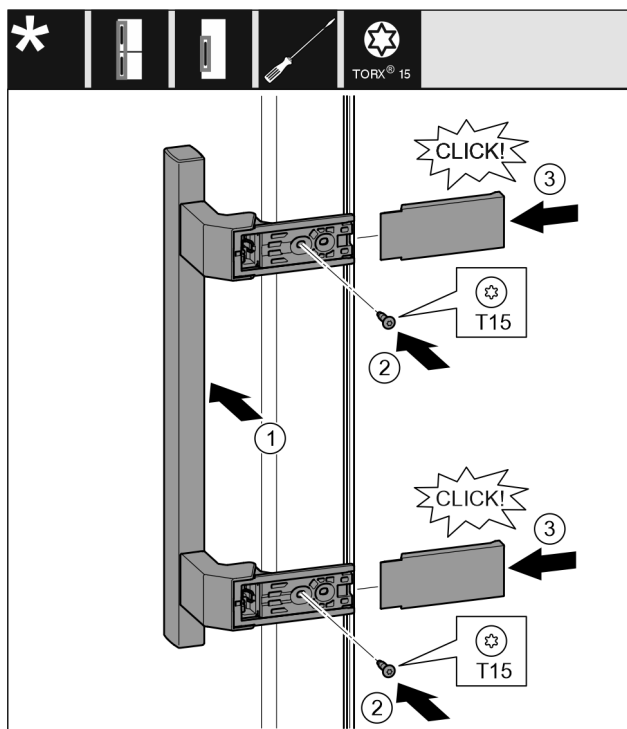

Fig. 20
- Założyć uchwyt po przeciwległej stronie. Fig. 20 (1)
- Przykręcić śruby śrubokrętem T15. Fig. 20 (2).
- Założyć osłony z boku i wsunąć. Fig. 20 (3)